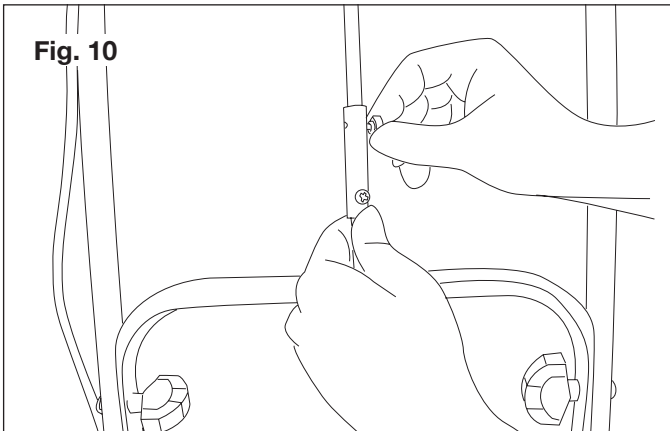

Fig. 10
4. Alinee los orificios del tornillo y ajuste el tornillo con la mano (Fig. 10).